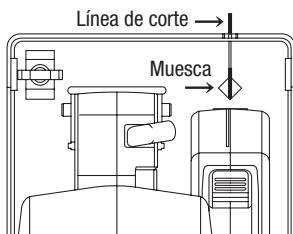

Figura 4. Alineación con la línea de corte
- Alinee la línea de mira en la zapata con su línea de corte (Figura 4).